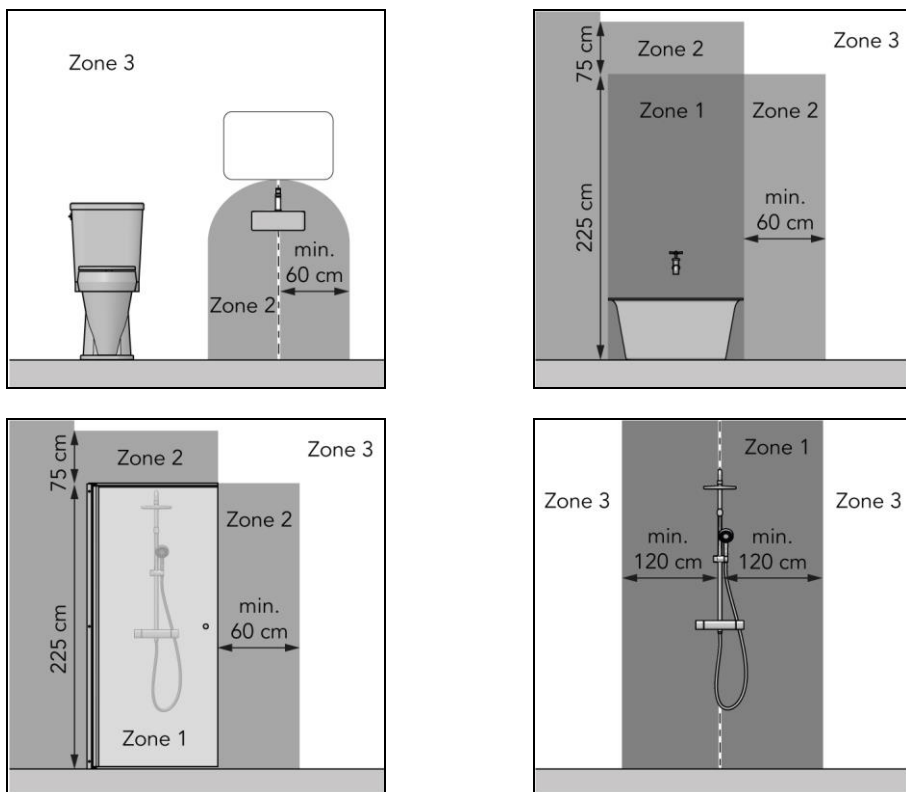

Abbildung 6
- in Zone 3 eines Toilettenraums oder Badezimmers mit Badewanne, Dusche mit Abschirmung und Dusche ohne Abschirmung (Abbildung 6);